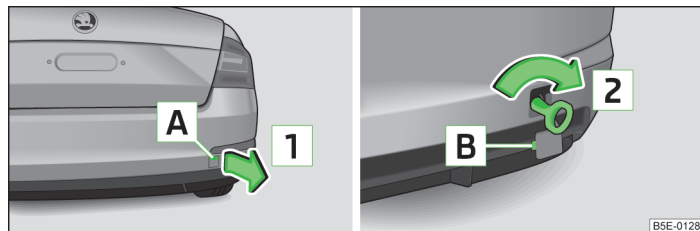

Fig. 198 Pare-chocs arrière : Démontage du capuchon/montage de l'œillet de remorquage
- Appuyez sur le cache au niveau de **A** » fig. 198.
➤ Vissez l'œillet de remorquage manuellement à fond dans le sens de la flèche **2** » fig. 198 » **!**.